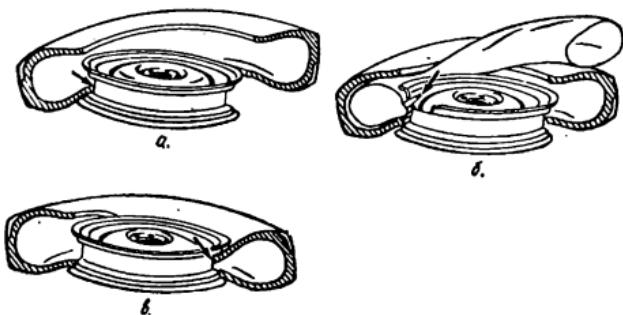

Рис. 87. Установка шины на колесо:
2. Положите шину на диск так, чтобы серийный номер был сверху; с помощью монтажных лопаток наденьте нижний борт шины на обод колеса и введите ее в глубокую часть обода (рис. 87, а).
3. Ведите вентиль камеры в отверстие обода и аккуратно заправьте камеру в шину (рис. 87, б).
5. Наденьте с помощью монтажных лопаток верхний борт шины на обод (рис. 87, в). Начинайте заправку наружного борта шины со стороны, противоположной вентилю, и продолжайте в обе стороны, приближаясь к нему. При этом следите за правильностью положения вентиля в отверстии обода, не допуская его перекосов.